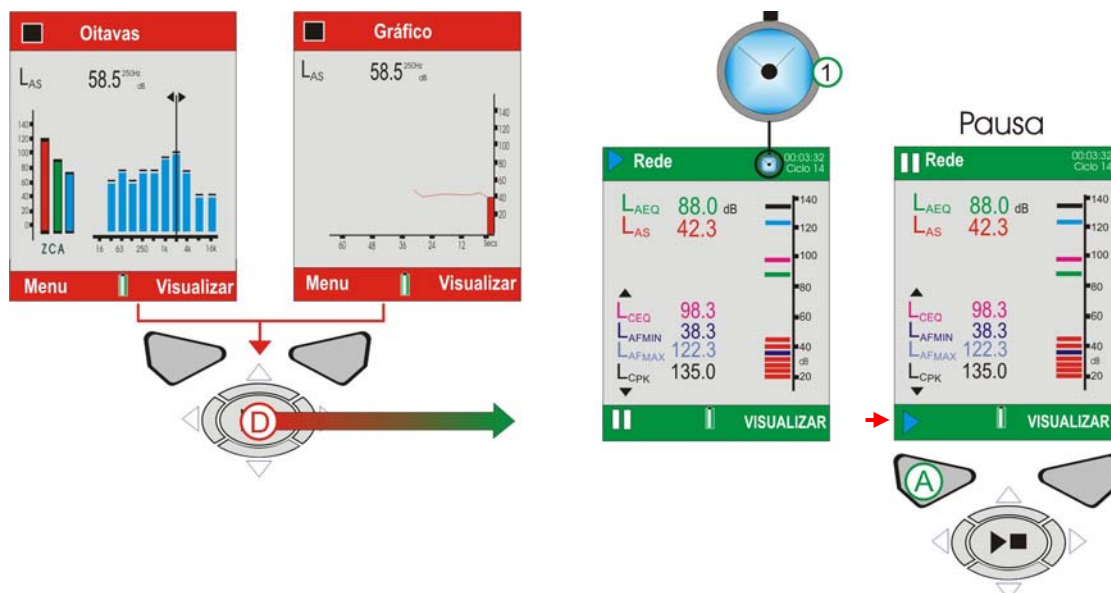

Figura 12 Telas do Ciclo
**J. TELAS DO CICLO (Consulte a Figura 12)**